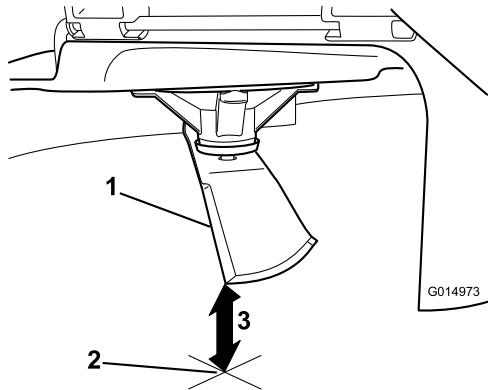

Figure 50
3. Mesurez la distance entre la pointe de la lame et la surface plane (Figure 50).